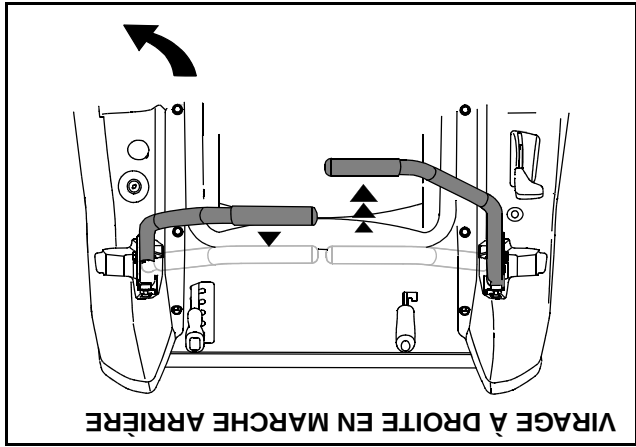

Figure 16
- Pour tourner à droite en marche arrière, poussez le levier droit en avant du levier gauche. Voir la Figure 16.